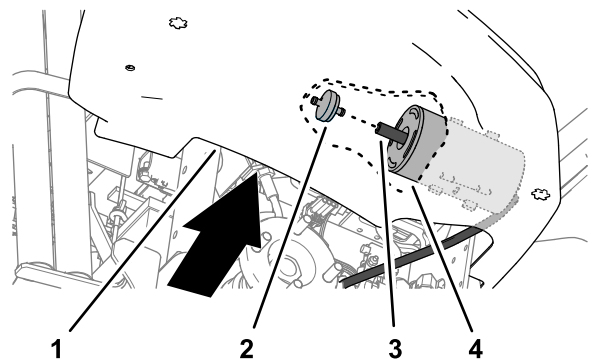

**Figure 31**
3. Retirez les 4 vis à embase ( $\frac{1}{4} \times \frac{5}{8}$  po) qui fixent le panneau de protection de la roue sur le cadre de la machine (Figure 31).
6. Alignez les trous du panneau de protection de la roue et ceux du cadre de la machine (Figure 31), puis fixez le panneau de protection au cadre à l'aide des 4 vis à embase ( $\frac{1}{4} \times \frac{5}{8}$  po) que vous avez retirées à l'opération 3.